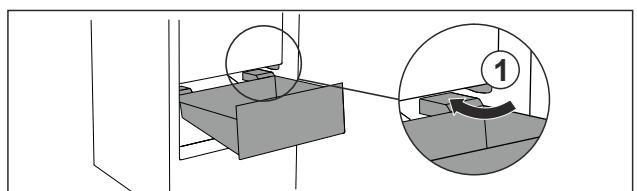

Fig. 87
- Prevedťte zásuvku šikmo okolo zarážok Fig. 87 (1).